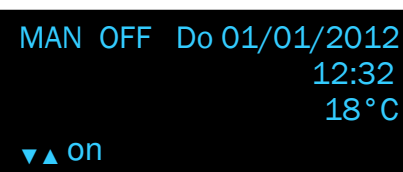

FIG. 4-32
- Selezionare "on" per attivare la funzione cronotermostato (fig. 4-32), altrimenti scorrere con il tasto  e selezionare "off" premendo il tasto di conferma .